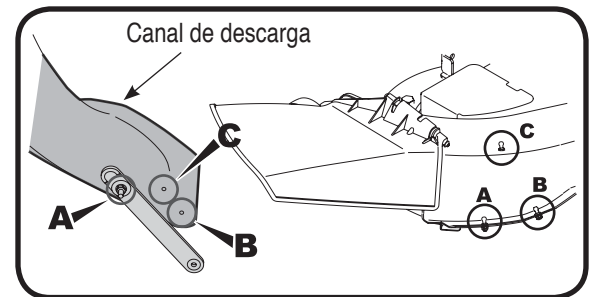

Figura 23
Vea la Figura 23.
4. Necesitará colocar la tira de retención del canal de descarga en posición de modo que se corresponda con el orificio y el pasador. Vea la Figura 23 para el posicionamiento de la tira de retención.
NOTA: La tira de retención está colocada en la posición A sobre el canal de descarga. Sin embargo, en los modelos de tractores más antiguos, tendrá que cambiar la posición de la tira de acuerdo con la ubicación del pasador de la tolva para el recorte de pasto en la plataforma. Retire la tira de retención de la posición A en el canal de descarga a la posición B o C de acuerdo con la posición A, B o C del pasador de la tolva para recorte de césped en la plataforma. Vea la Figura 23.